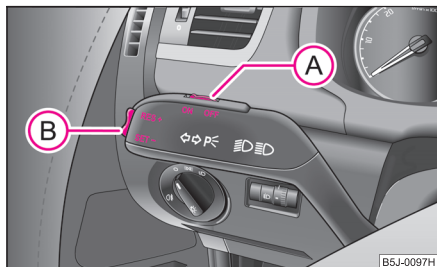

Fig. 94 Maneta: tasta și comutatorul sistemului de viteză de croazieră
- Apăsați comutatorul **A** ⇒ fig. 94 în poziția **ON**.
- Viteza memorată poate fi **mărită** fără acționarea pedalei de accelerație, prin apăsarea tastei **B** ⇒ fig. 94 în poziția **RES+**.
- Apăsați comutatorul **(A)** ⇒ pagina 92, fig. 94 spre dreapta în poziția **OFF**. ■